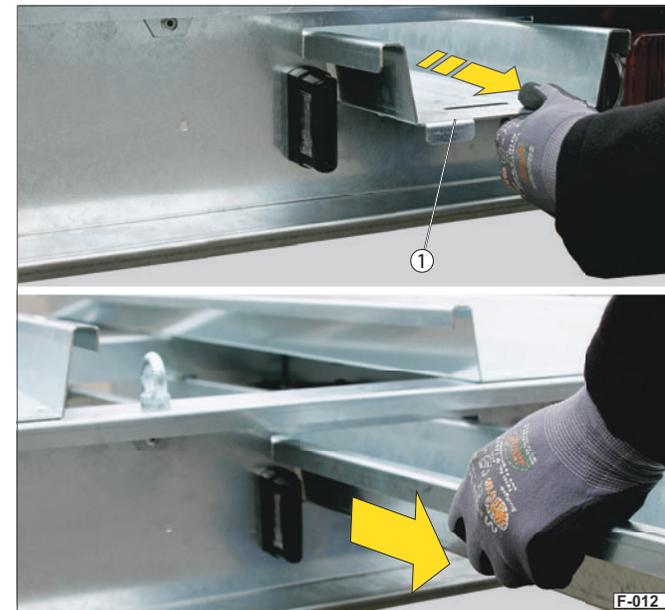

Abb. 12 Auffahrschiene herausziehen
- ▶ Greifen Sie an den Sicherungslappen (Abb. 12/1).